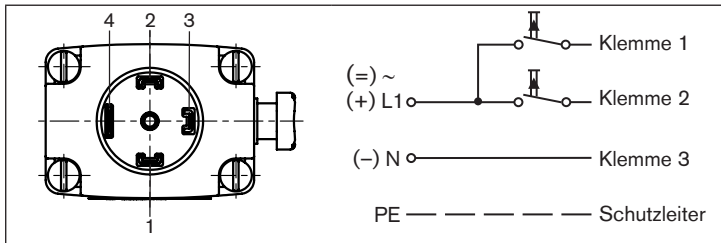

Bild 4: Elektrischer Anschluss Impulsvariante (CF 02)
- Wie in „Bild 4“ anschließen. Impuls auf Klemme 1 schließt das Ventil, Impuls auf Klemme 2 öffnet das Ventil.